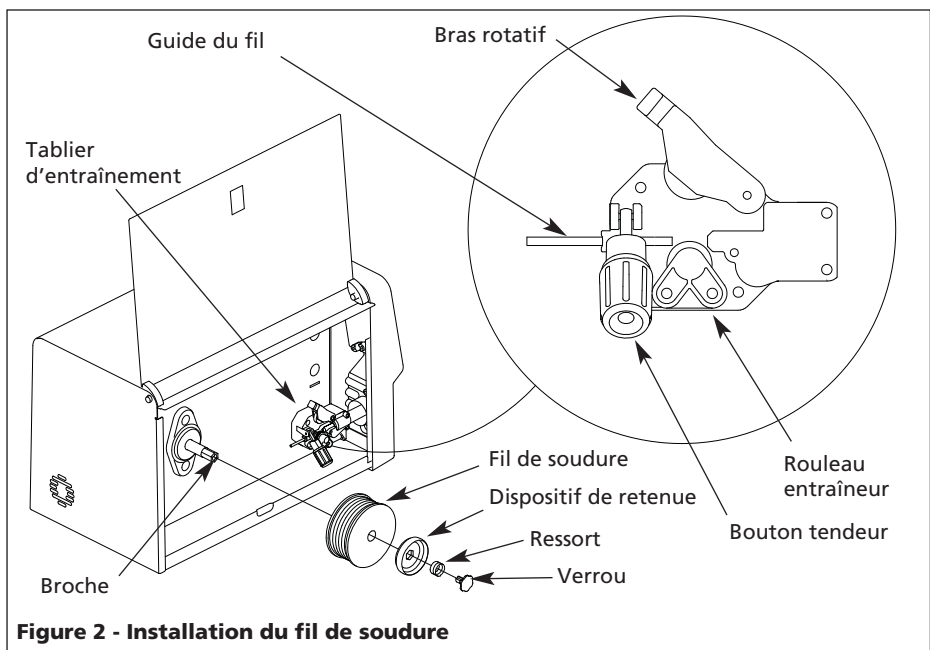

Figure 2 - Installation du fil de soudure
- a. Le diamètre du fil de soudure s'agence à la rainure du rouleau entraîneur sur le mécanisme d'alimentation du fil (voir figure 2).